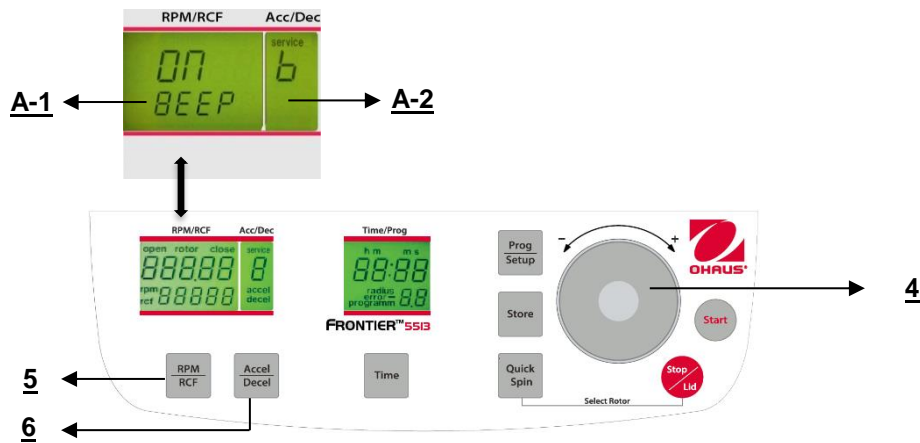

Abbildung. 33
Fahren Sie fort wie unter Punkt 4.1.2 beschrieben, um in den Programmmodus einzutreten und drücken Sie dann die Taste "**Accel/Decel**" (6). Auf der Anzeige "**Acc/Dec**" (A-2) blinkt das Wort "**Service**". Wählen Sie nun den Buchstaben "**B**" mit Hilfe des Anpassungs Wählscheibe (4). Als Ergebnis erscheinen auf der Anzeige "**RPM/RCF**" (A-1) die Worte "**ON/BEEP**". Nach dem Drücken der Taste "**RPM/RCF**" (5) können Sie das Tastaturgeräusch mit dem Anpassungs Wählscheibe (4) ein- (On) oder ausschalten (Off). (Siehe Abbildung 33).